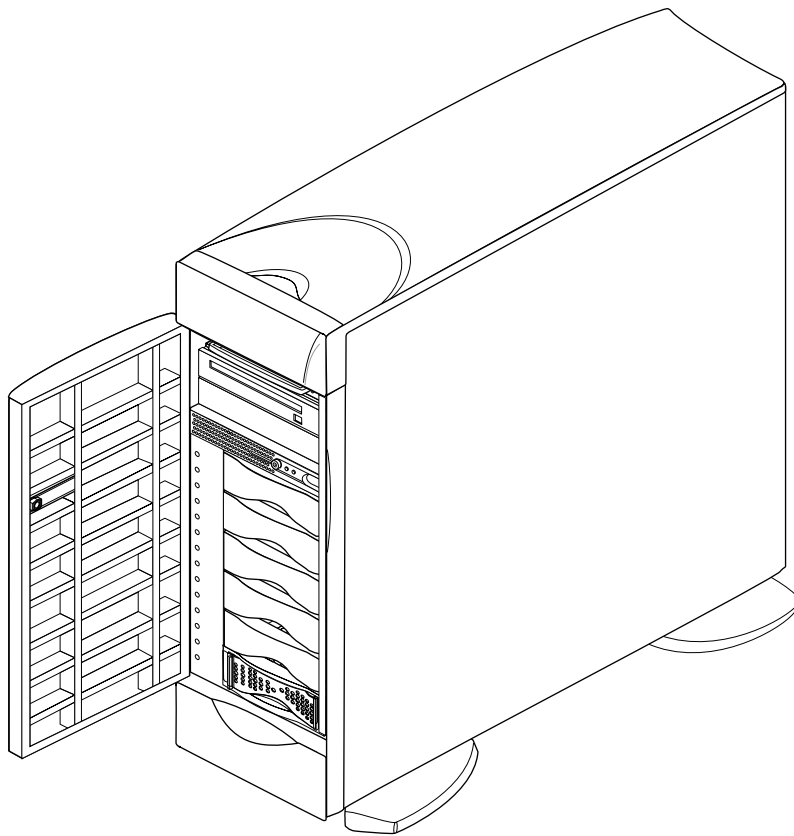

Figure 7-14 Ouverture de la porte avant de l'Origin200
1. Ouvrez la porte avant du châssis comme illustré à la Figure 7-14.